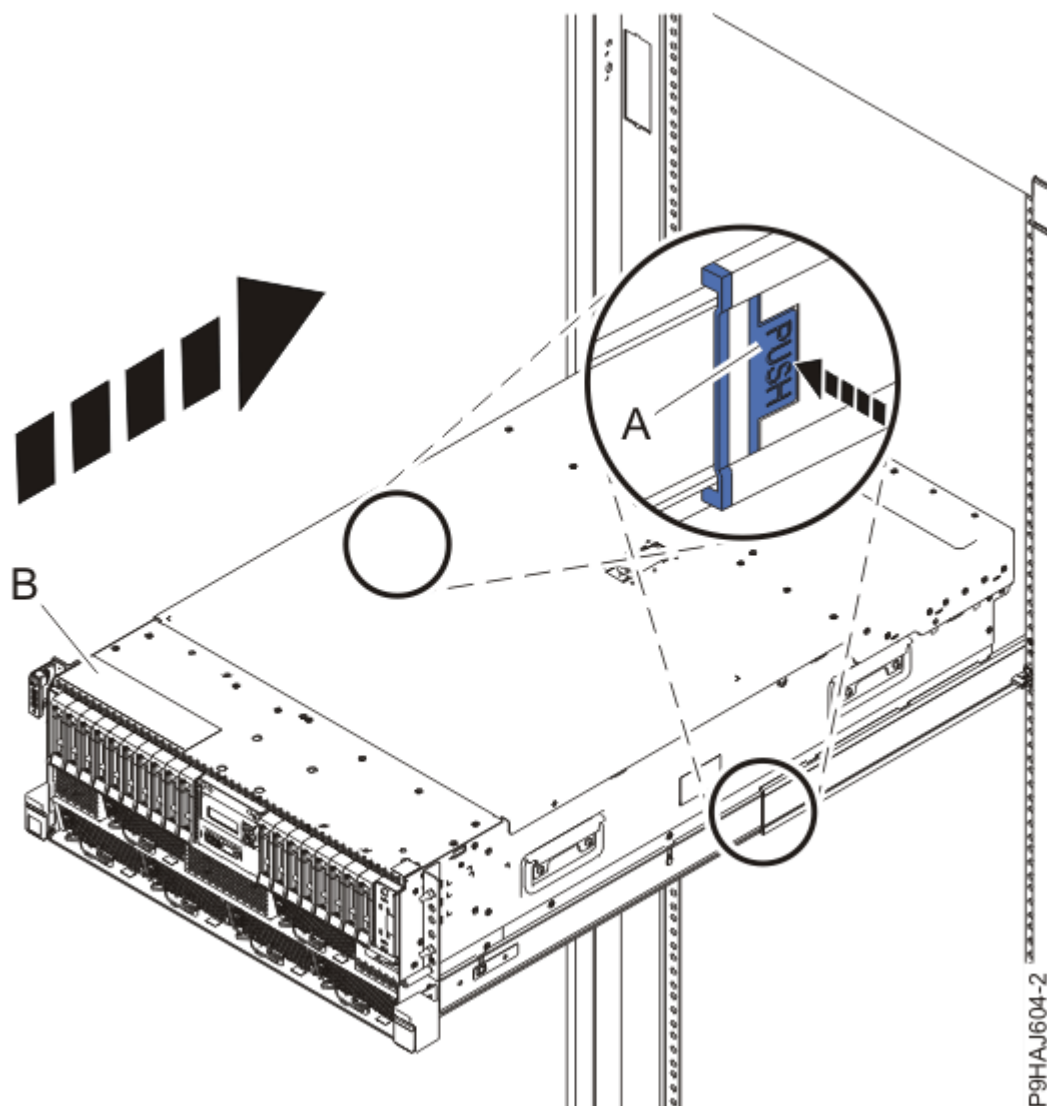

図 31. システムの操作位置への設置
2. ラック・マウント型システムの場合、青色のレール安全ラッチ **(A)** を、34 ページの図 31 に示されているように内側に押してアンロックします。